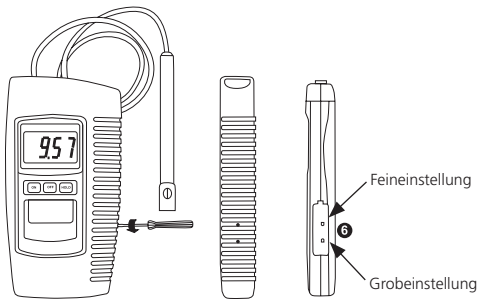

Abbildung 2
2. Elektrodenkopf in die Salzlösung eintauchen und vorsichtig schwenken. Elektrode mehrmals schütteln, um die eventuell vorhandenen Luftblasen am Elektrodenkopf zu entfernen und warten, bis sich ein stabiler Messwert einstellt. Messwert mit den Justierschrauben (Abbildung 2, 6) auf den Sollwert der Justierlösung (0,60 Masse-%) einstellen.